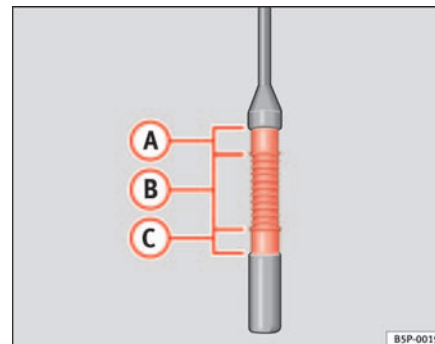

Fig. 154 Varilla de medición del nivel de aceite.
- Vuelva a extraer la varilla de medición y compruebe el nivel de aceite que indica el extremo inferior de la varilla de medición ⇒ página 217, fig. 154.
Si el nivel se encuentra en la zona ⇒ página 217, fig. 154 **(A)**, no se debe añadir aceite.